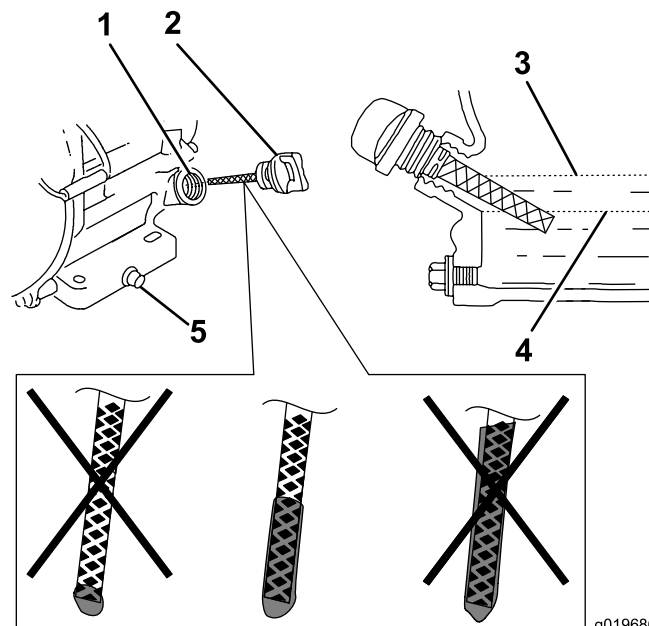

**Figura 25**
2. Coloque la máquina con el motor nivelado y limpie la zona alrededor del tubo de llenado de aceite (Figura 25).
3. Retire el tapón de vaciado, la arandela y la varilla (Figura 25).